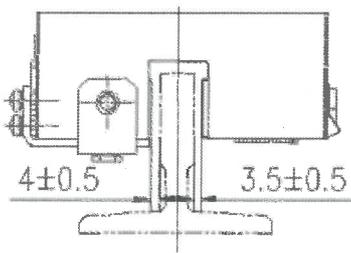

图 4
2.2.3. 楔块与导轨间隙为： $4 \pm 0.5 \text{mm}$ ，滑块与导轨之间的间隙 3.5 ± 0.5 (图 4)。